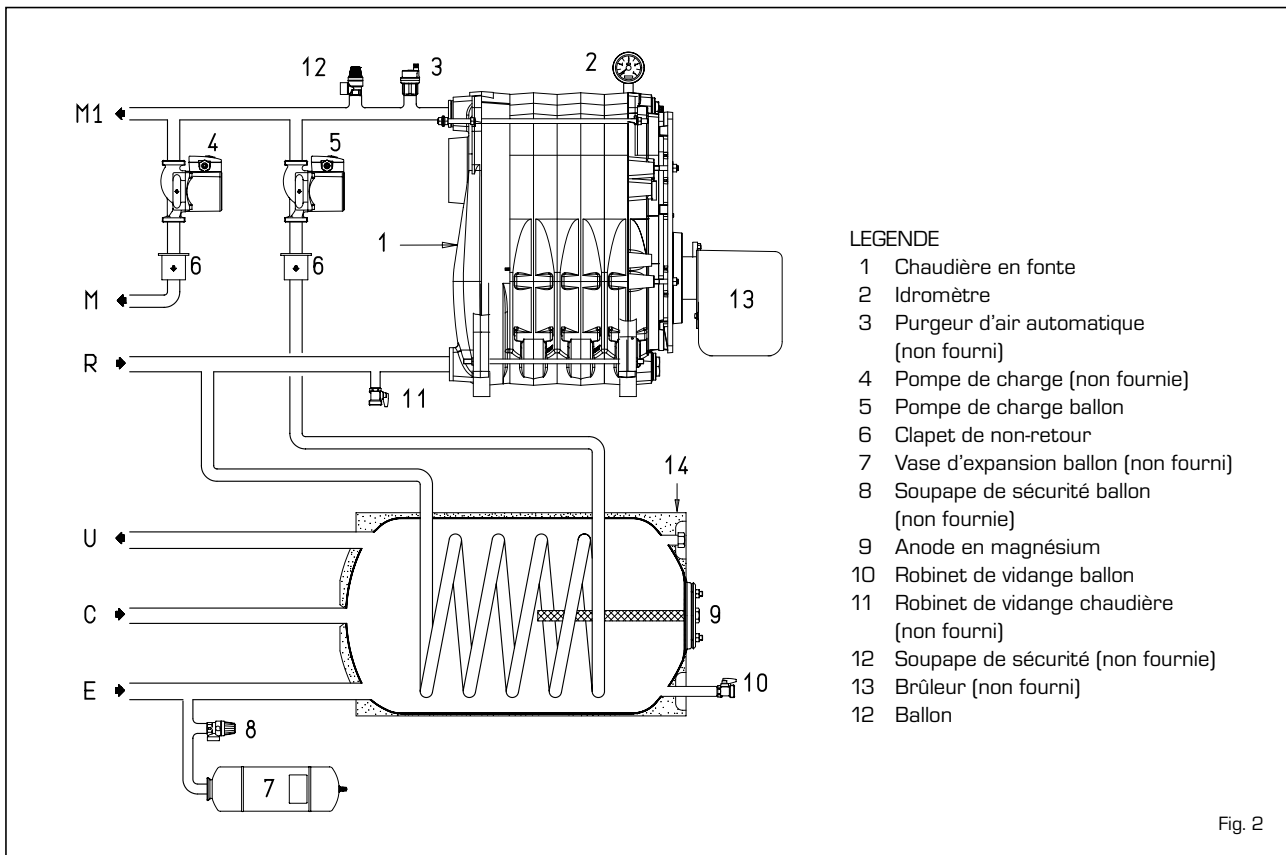

Fig. 2
2.3.1 Accessoires recommandés (fig. 2)
Pour faciliter cette opération ouvrir le clapet de non-retour (6 fig. 2) en mettant l'encoche en position horizontale. Remettre la vis dans la position d'origine une fois la purge terminée. Le ballon E.C.S. de 80 litres est du type à accumulation rapide en acier émaillé, isolé avec polyuréthane.